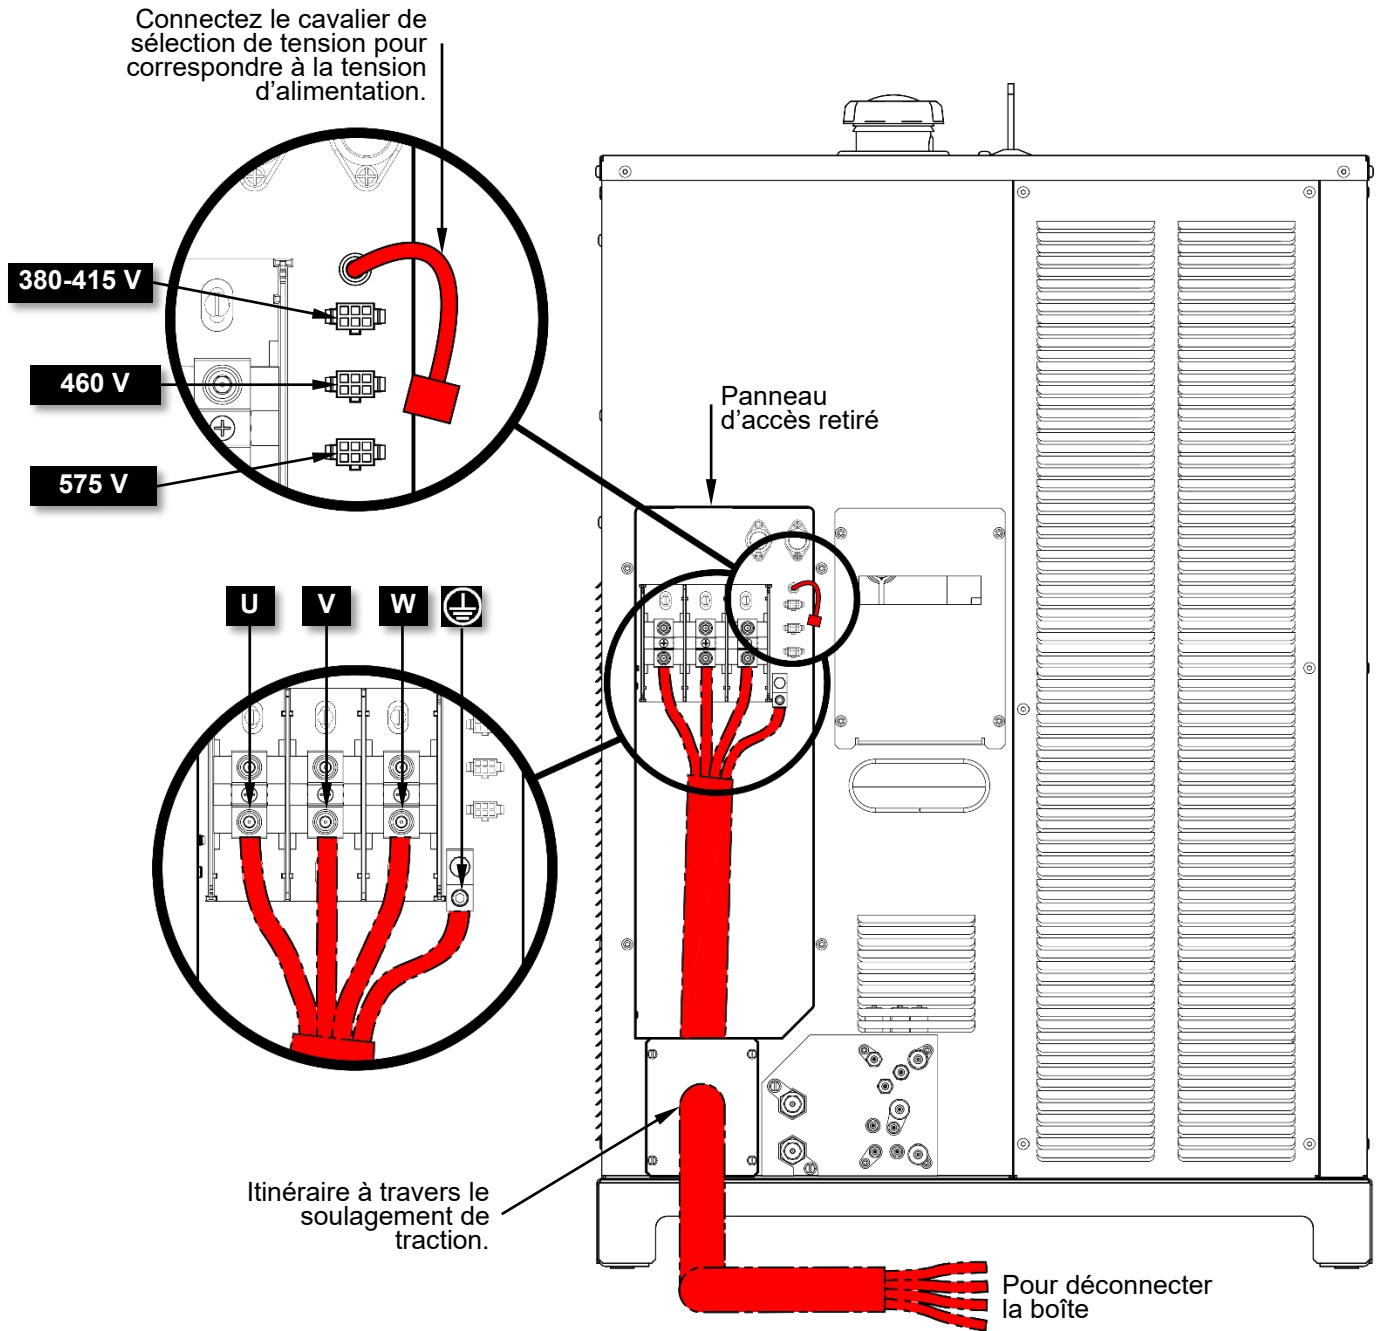
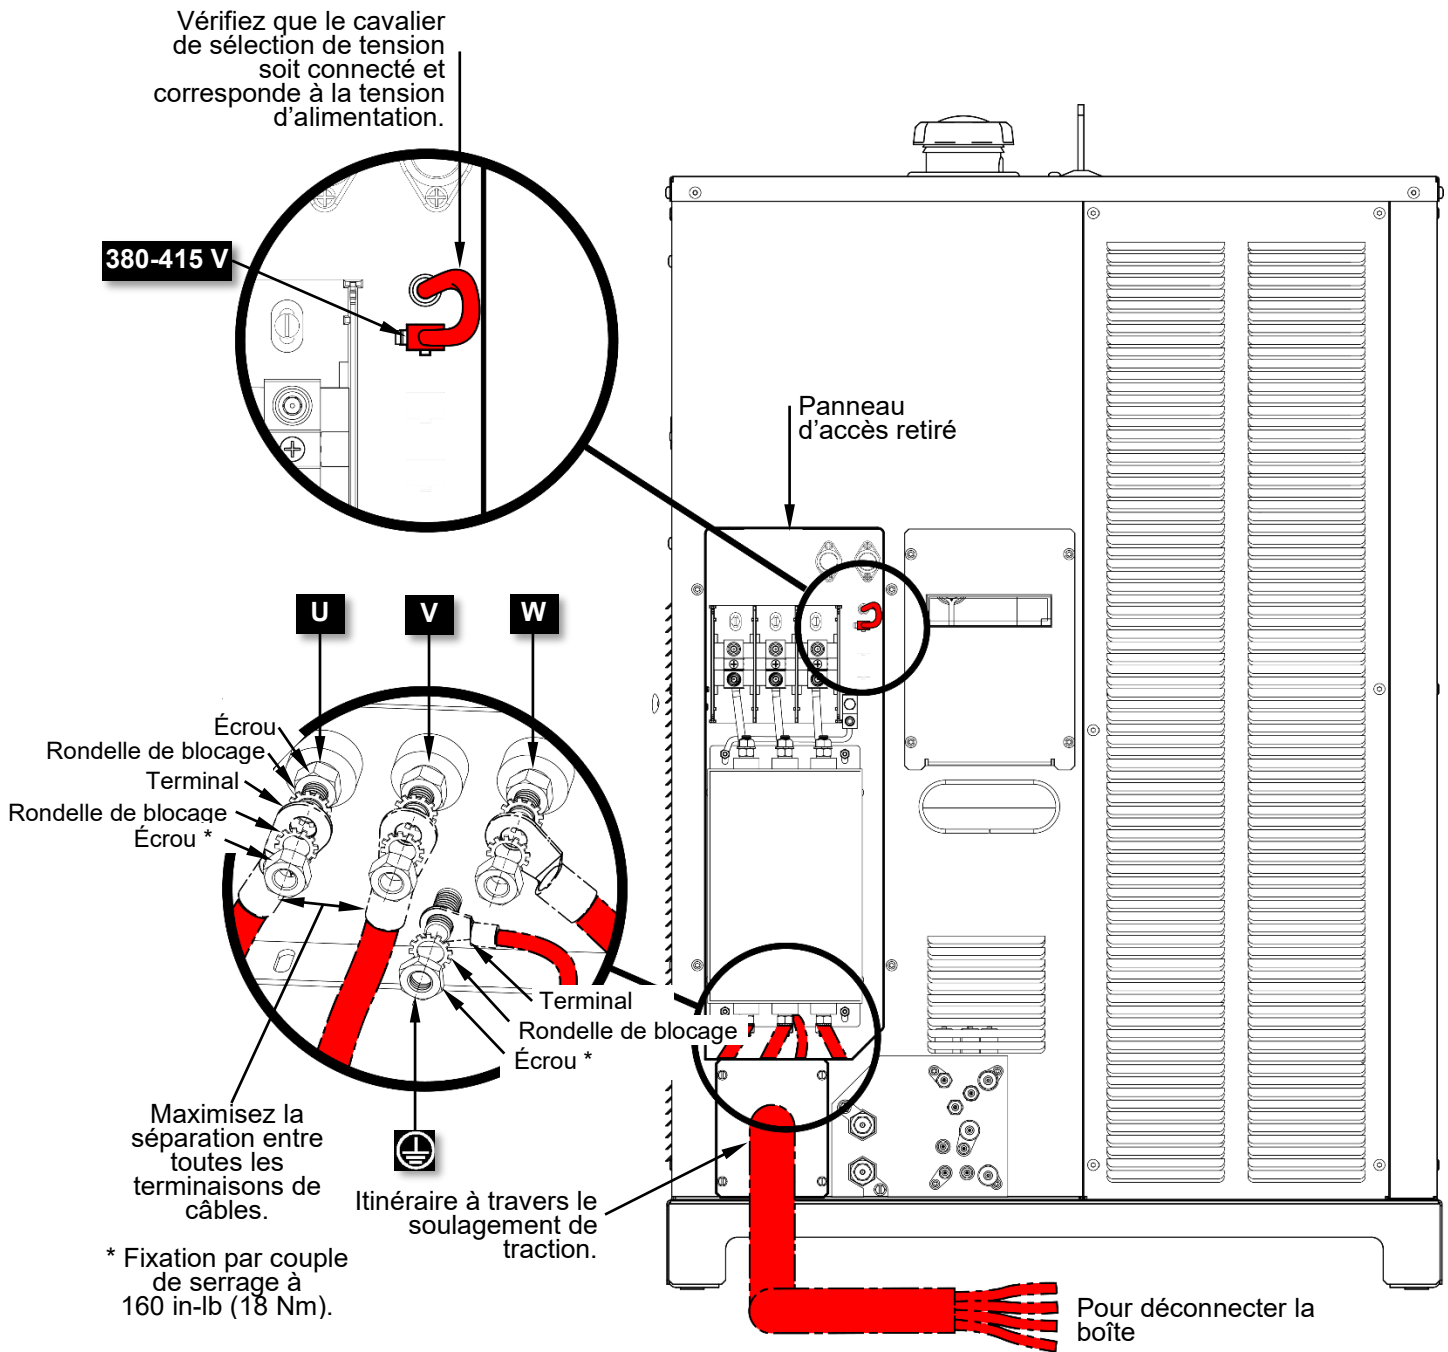

Figure 3 : K4900-1 Connexions d'alimentation primaire
Figure 4 : K4900-2 Connexions d'alimentation primaire
Retirez le panneau d'accès tel qu'illustré dans la Figure 3 ou la Figure 4 ; remplacez-le une fois l'installation complète.
- 1) Pour le modèle d'alimentation électrique K4900-1, réglez le cavalier de sélection de tension pour correspondre à la tension d'alimentation actuelle, veuillez-vous référer à la Figure 3. Le modèle K4900-2 n'a qu'une sélection de tension disponible et le cavalier est réglé à l'usine, veuillez-vous référer à la Figure 4.
- 2) Les câbles d'alimentation et les terminaisons sont fournis par le fabricant d'équipement d'origine (OEM) ou l'utilisateur final. Guidez les câbles d'alimentation flexibles à travers la décharge de traction située à l'arrière de l'alimentation électrique et connectez-les comme indiqué dans la Figure 3 ou Figure 4. Pour les câbles d'alimentation guidés à travers une conduite, installez la conduite au lieu de la décharge de traction et connectez les câbles d'alimentation tel que décrit ci-dessus. Les câbles d'alimentation ne doivent en aucun cas être guidés à travers l'ouverture de l'armoire d'alimentation électrique sans conduite ou sans décharge de traction adéquate, conformément aux réglementations locales et nationales.